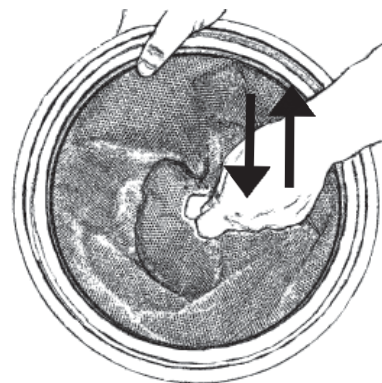

Fig. 22
1. Anbring det rene/gennemrystede posefilter i beholderen, Fig. 22. Sørg for, at filterholderen passer ind i den indvendige kant på støvbeholderen. Kontroller, at filteret vender rigtigt - stofhåndtaget på filteret skal være synligt.